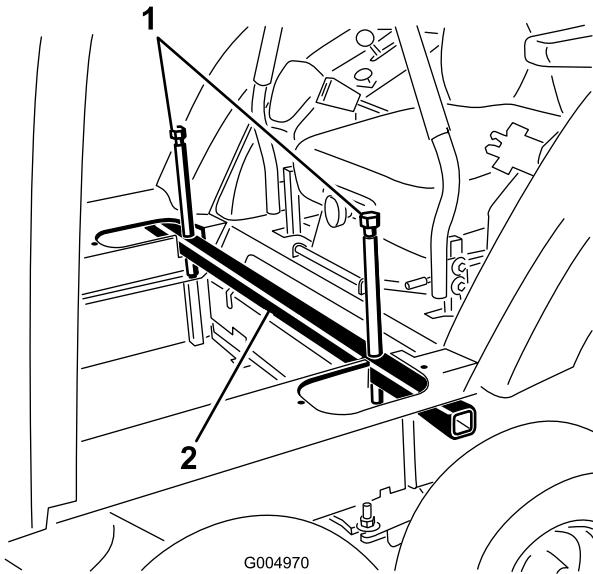

Рисунок 116
39. Ослабьте подъемные болты и снимите подъемную трубу кабины из вырезов в полу кабины (Рисунок 116).